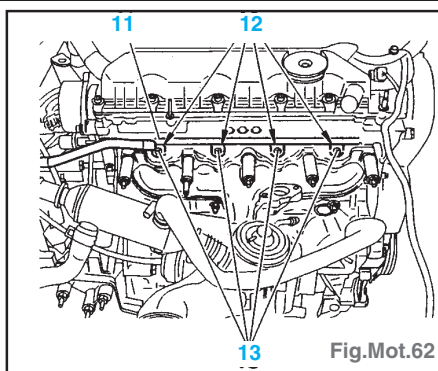

Fig.Mot.62
- déposer les 4 écrous (13), la barrette d'alimentation (11) et les bougies de préchauffage (12) (Fig.Mot.62).